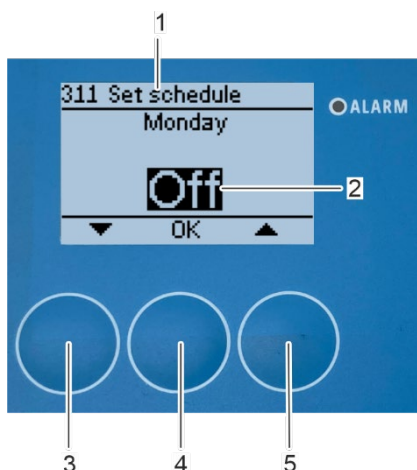

Figura 154: Seleccione el día en que quiere que se realice la limpieza automática.
⇒ Aparecerá en pantalla el submenú «311 Ajustes del programador» (Figura 154/1).
5. Pulse la tecla de flecha [arriba] (Figura 154/5) en los días en que se deba realizar una limpieza automática con el dispositivo de limpieza del rotor.
Si no quiere que se realice una limpieza automática ese día, confirme la opción [Desactivado] (Figura 154/2) pulsando [Aceptar] (Figura 154/4). En ese momento, el programador pasará automáticamente al siguiente día de la semana.